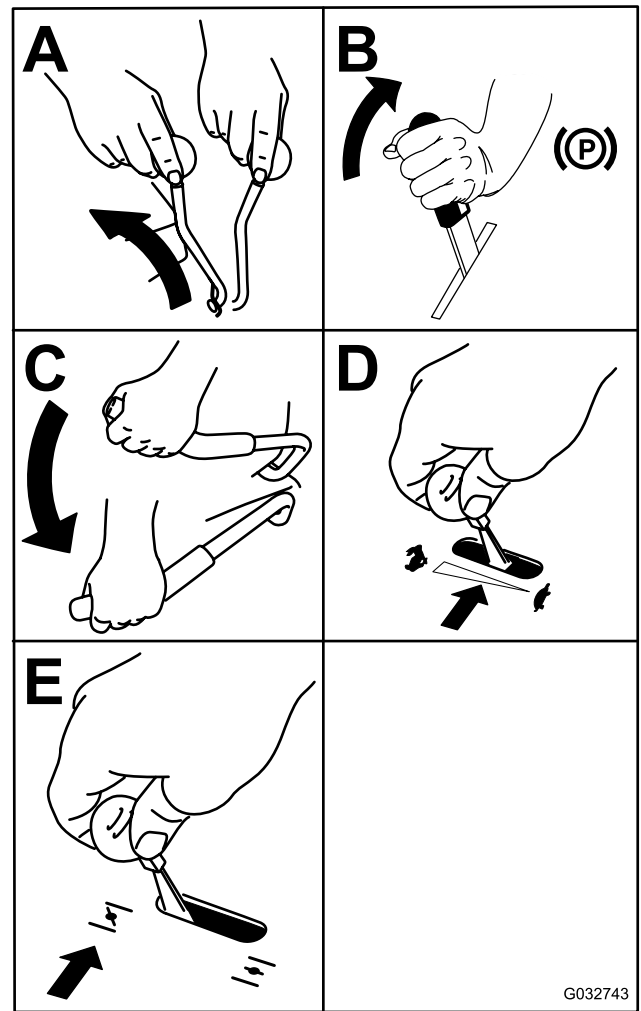

Figura 23
3. Mova a alavanca de engate da PTO para a posição DESLIGAR FIGURA 23 ().